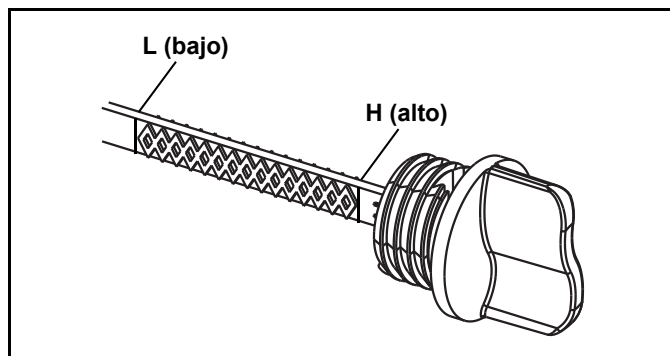

Figura 3-8. Tapón de llenado de aceite/varilla de medición
6. Vea la Figura 3-8. Retire el tapón de llenado/varilla de medición del aceite y verifique que el nivel de aceite se encuentre cerca de la marca H (alto).